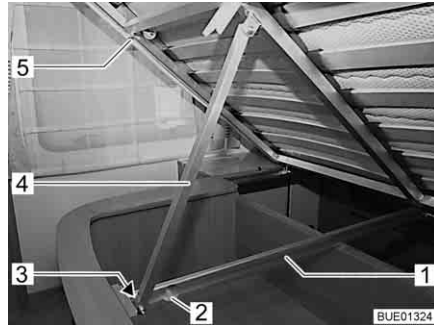

Bild 127 Fast säng
- Lyft ribbotten (Bild 127,5) och fäll upp den så lång att stödet (Bild 127,4) körs till ändläget (Bild 127) i skenan (Bild 127,1).
- Lyft ribbotten (Bild 127,5) och tryck stödet (Bild 127,4) bakåt nedtill. Se till att glidrullen (Bild 127,3) på stödets ände inte hoppar ut från skenan (Bild 127,1) vid öppningen (Bild 127,2).